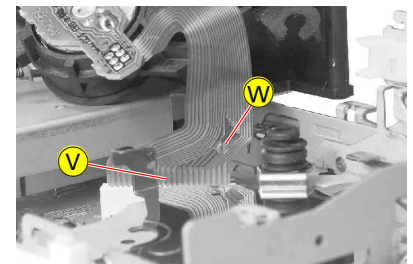

Fig. 13
- Flexprint **V** (Fig. 13) abziehen.
Achtung: Vor dem Abziehen der Flexprintleitung die Schutzlötstelle **W** (Fig. 13) zulöten! Die Laserdiode kann sonst durch statische Aufladung zerstört werden.
- Unplug the flexprint **V** (Fig. 13).
Caution: Before unplugging the flexprint close the protective solder joint **W** (Fig. 13)! The laser diode may otherwise be destroyed by static electricity.